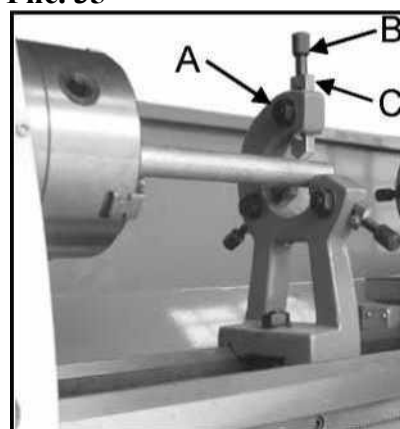

Рис. 36
1. Ослабьте три шестигранные гайки (А, Рис. 36).
1. Ослабьте винт с накатанной головкой (В, Рис. 36) и открывайте скользящие пальцы (С, Рис. 36), пока неподвижный люнет нельзя будет повернуть при помощи пальца вокруг заготовки. Зафиксируйте положение неподвижного люнета.
- плотными, но обтягивали заготовку. Затяните три гайки (А, Рис. 36). Смажьте контактные точки машинным маслом.